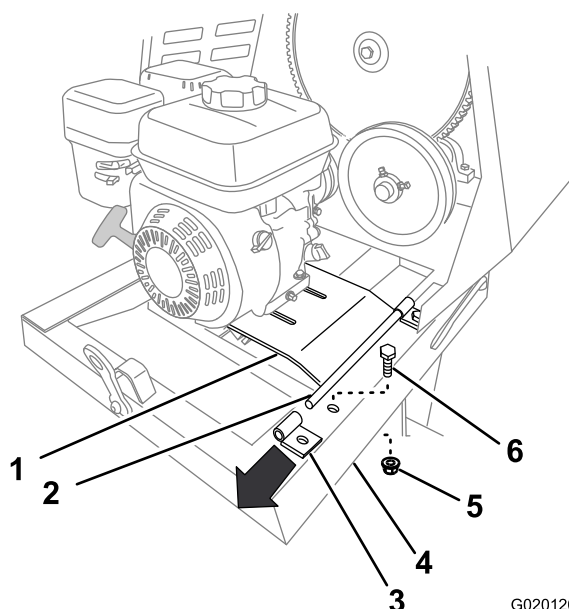

Figure 50
6. Retirez le boulon et l'écrou qui fixent le support arrière de la charnière de plancher moteur au cadre de la machine (Figure 50).
7. Soulevez le bord arrière du plancher moteur et déposez le support de charnière (Figure 50).
6. Fixez le support arrière au cadre de la machine avec le boulon et l'écrou (Figure 50) retirés à l'opération 6 de Dépose du moteur (page 32).